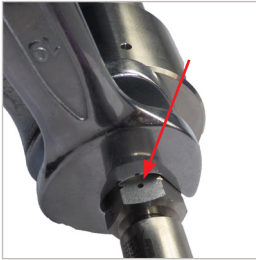

Abbildung 16
- ▶ Verdecken Sie nicht die Entlüftungsbohrung an der Verschraubung (Abbildung 16). Hier muss der Druck beim Lösen ungehindert entweichen können. Achten Sie auf einen ausreichenden Sicherheitsabstand von Körper, Gesicht und Händen beim Lösen der Verschraubung.
Vorsicht: Die Entlüftungsbohrung darf dabei nicht verdeckt sein (Abbildung 16).